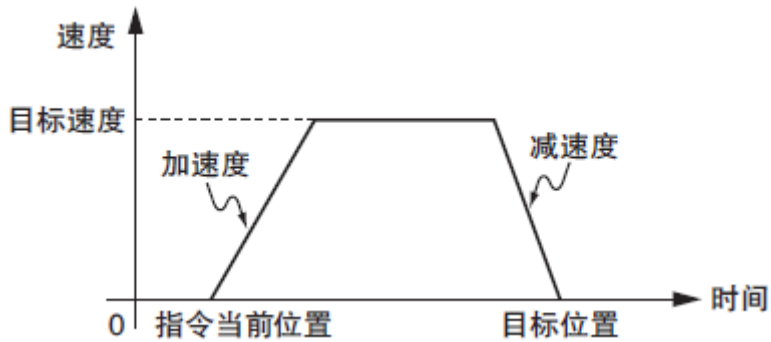

图 5.5 梯形速度曲线
- 当速度曲线是梯形曲线时，指令执行时的“速度-时间”曲线如图 5.5 所示。